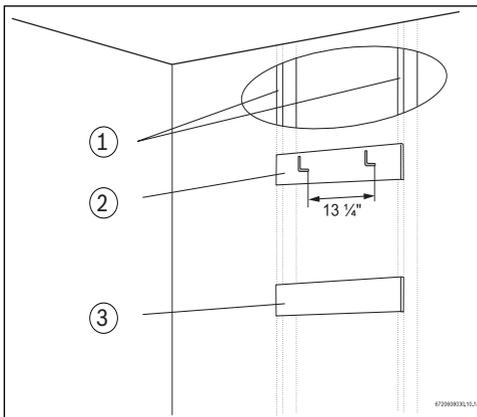

Fig. 7 Planches de soutien
Le chauffe-eau doit être monté au mur à l'aide de dispositifs d'ancrage adéquats. Dans le cas d'un mur à poteaux d'ossature murale et plaques de plâtre, il est recommandé de fixer d'abord sur une paire de poteaux une ou plusieurs planches de soutien, faites soit de tasseaux de 1x4 pi, soit de contreplaqué d'au moins ½ po, puis d'accrocher le chauffe-eau sur ces planches. Voir la Fig. 7.
- ▶ Fixez les deux pitons aux poteaux d'ossature murale ou aux planches de soutien, à 13 ¼ po l'un de l'autre (voir la Fig. 7).